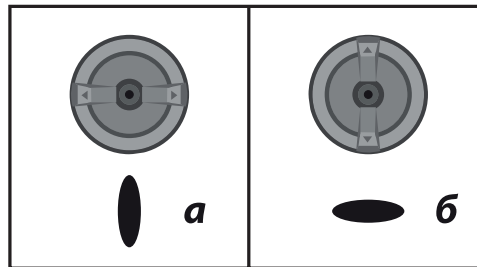

Рис. 3
- а) горизонтально - для формирования вертикального факела при окраске вправо-влево (Рис. 3а);
- б) вертикально - для горизонтального факела при окраске вверх-вниз (Рис. 3б);
9. Для регулировки интенсивности распыления поверните рычаг (1), чтобы отрегулировать необходимую форму факела от круглой до овальной.
**10.** При пробной окраске определите необходимую скорость ведения распылителя для равномерной окраски и расход материала, во избежание, при большой скорости и недостаточном расходе, неравномерного покрытия; а при низкой скорости и избыточном расходе - потеков материала. Регулировка расхода материала осуществляется вращением регулятора (1).